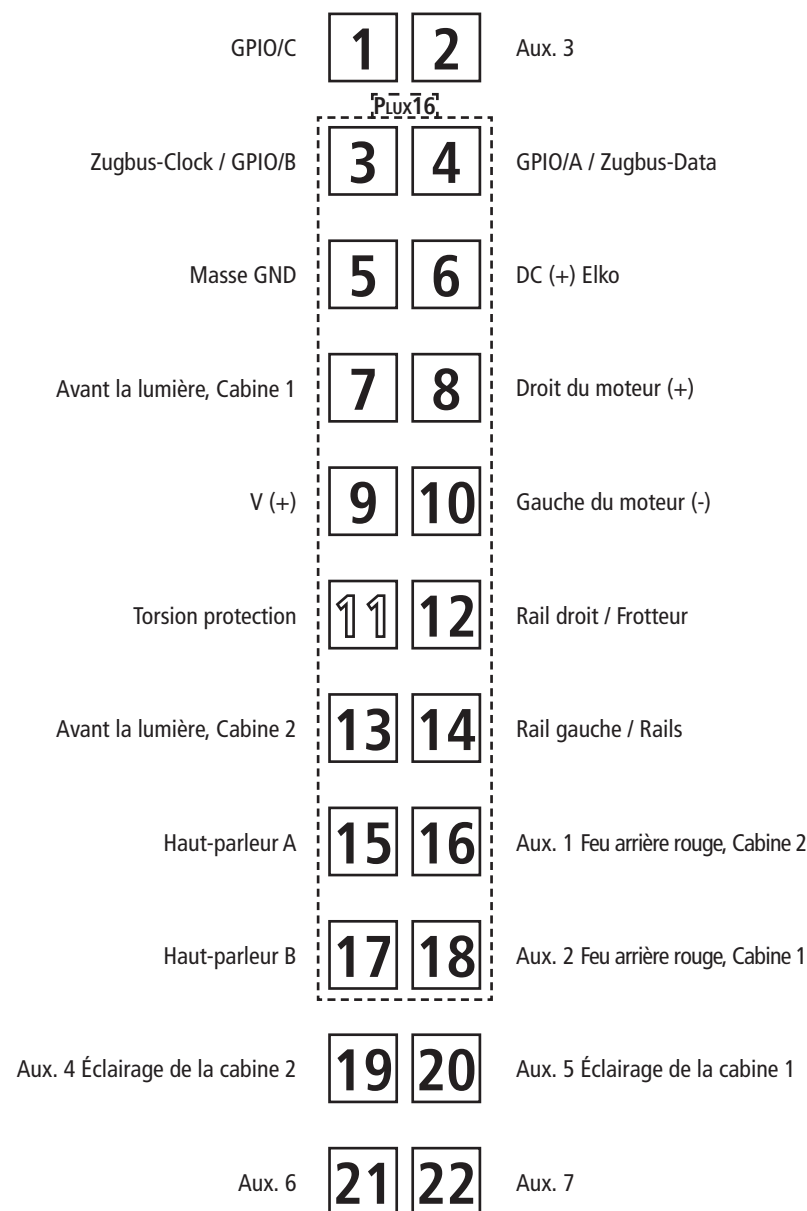

Fig. 5
2. Schmierung: Versehen Sie die im Schmierplan in Fig. 5 gekennzeichneten Stellen mit nur **kleinen Öltropfen**. Dazu zuerst das Lokgehäuse abnehmen (Fig. 3). Wir empfehlen den **ROCO Öler Art.-Nr. 10906**. Fürs Schmieren der Getriebeteile (Zahnräder, Schnecke) empfehlen wir das **ROCO-Spezialfett Art.-Nr. 10905**. Im Falle der Schmierung diese Teile **nicht ölen**.
2. Lubrication: Apply **tiny oil drops** to spots marked in fig. 5. Prior to lubrication dismantle locomotive (fig. 3). We recommend using item no. **10906, Roco oiler**. For lubrication the gearparts (e.g. cogwheels, worm) we would recommend our Roco **special grease** (item no. **10905**). **Attention:** Please do not oil these parts when using our grease.
2. Graissage: N'appliquez **qu'une toute petite goutte** aux endroits indiqués par le plan de graissage (fig. 5) après avoir démonté la caisse de la locomotive (fig. 3). Nous vous recommandons le **graisseur à huile Roco réf. 10906**. Pour graisser les engrenages (roues dentées, vis sans fin) nous vous conseillons la **graisse spéciale Roco réf. 10905** pour engrenages en matières synthétiques. Lorsque vous utilisez cette graisse il faut éviter d'huiler ces composants.